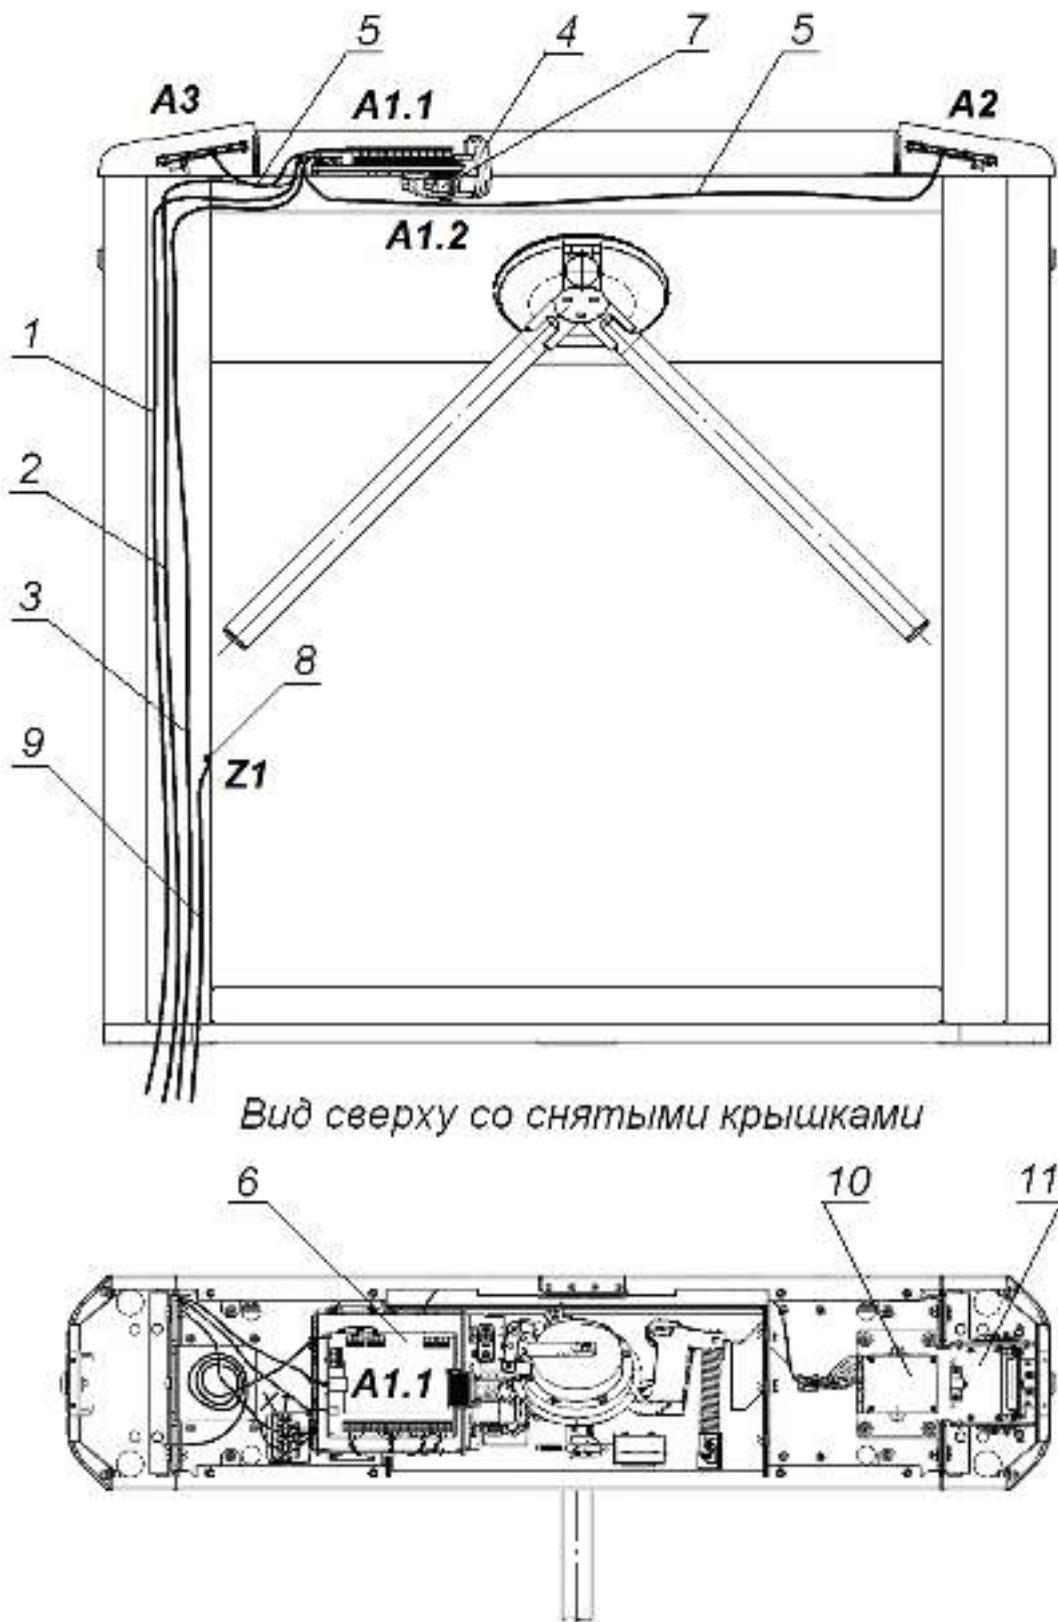

Рисунок 12. Схема прокладки кабелей в стойке ЭП
6. Подготовьте в полу отверстия под гильзы анкеров для крепления стойки ЭП. Установку и крепление стойки производите после прокладки всех кабелей в кабельном канале и внутри стойки. Схема прокладки кабелей в стойке показана на рис. 12.
7. Демонтируйте боковые заглушки (10), открыв ключом замки (11).
9. Снимите крышку стойки ЭП (3) (см. разд. 6).
10. Протяните кабели внутри стойки. Рекомендуемое расположение кабелей при прокладке внутри стойки показано на рис. 12.
14. Выполните заземление стойки ЭП в соответствии с требованиями ПУЭ («Правила устройства электроустановок»). Контакт заземления **Z1** (8, рис. 12) находится за боковой заглушкой стойки (10). Для крепления кабеля заземления на контакте используйте гайку M4.